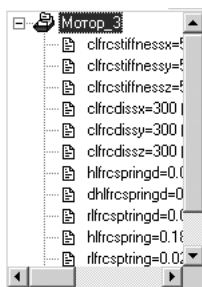

Рис. 2.114. Раскрывшийся список параметров в поле **Идентификатор**
- щелкните в разделе **Зависимость от параметра** в раскрывающемся списке **Идентификатор** по стрелке, направленной вниз, ▾. Появится список параметров, см. рис. 2.114;